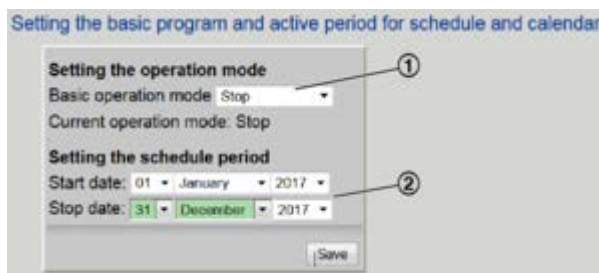

Fig. 41: Establecer un "programa básico".
- ▶ Seleccione un modo de funcionamiento básico (Fig. 41 /1).
- ▶ Establezca la fecha de inicio y la fecha de finalización (Fig. 41 /2) para la función de calendario.